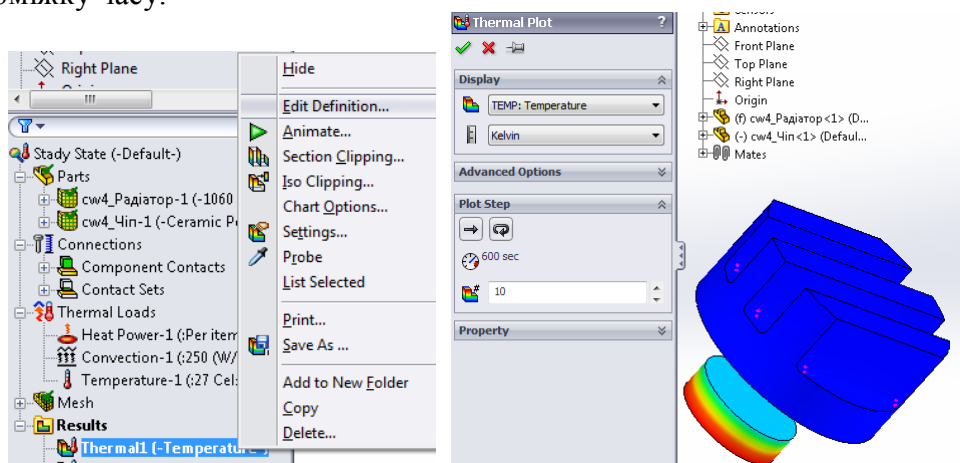

Рис. 5.2.11. Діаграма температур збірки
10. Тепер перезапустіть розрахунок. Відобразіть діаграму температур. Відредагуйте її властивості за допомогою опції **Редактировать определение (Edit Definition)**, де виберіть для відображення 10-ий крок (рис. 5.2.11). Цей крок відповідає останньому проміжку часу.